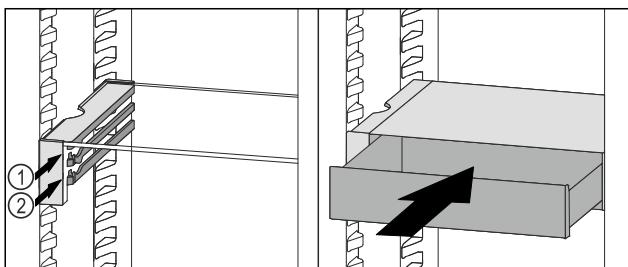

Fig. 96
- ▶ Predal VarioSafe namestite za zaustavljalnimi elementi na želeni nastavek Fig. 96 (1) ali Fig. 96 (2).